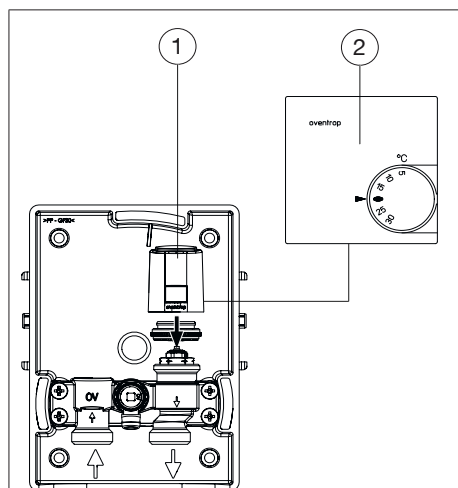

Fig. 9: Montage du thermostat d'ambiance avec moteur
- Visser le moteur (voir Fig. 9 en page 40 (1)) sur le robinet. Faire passer le câble à travers le trou dans le boîtier encastrable (voir 6.1 en page 37).